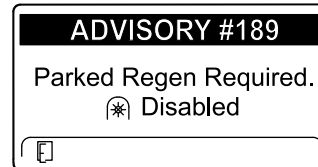

Bild 56
- Wenn Sie eine geparkte Regenerierung nicht innerhalb von zwei Stunden durchführen, wird im InfoCenter „Parked regeneration required – power takeoff disabled ADVISORY #189“ angezeigt (Bild 56).